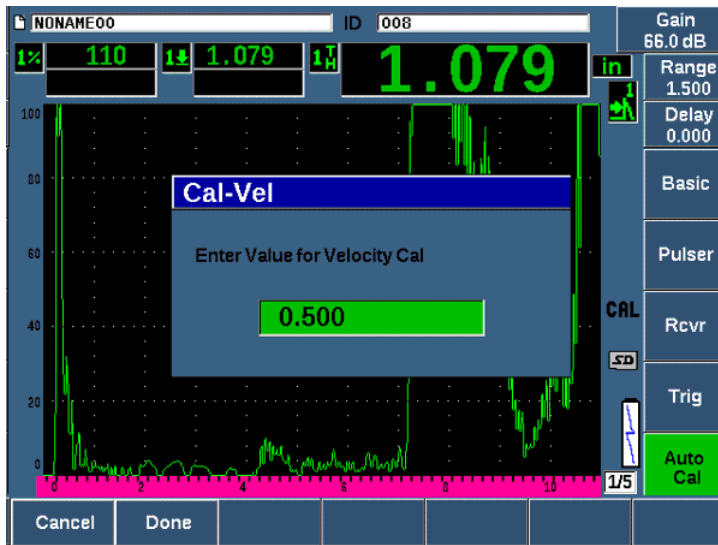

Figura 9-13 Inserimento del valore dello spessore per la taratura della velocità
15. Regolare il valore in modo che corrisponda allo spessore noto dell'indicazione rilevata dal gate (in questo esempio 0,500 in.) e in seguito premere **Esegui** (Done) per completare la taratura (vedere Figura 9-13 a pagina 188).